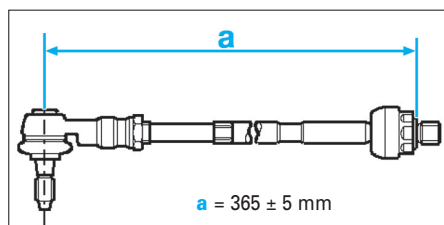

Fig. 16
- Respecter la longueur (a) (Fig.16).